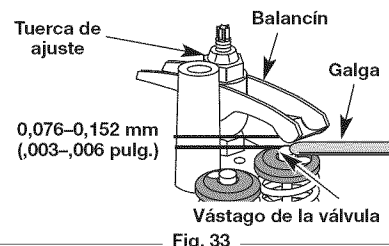

Fig. 33
7. Deslice la galga entre el brazo oscilante y el resorte de retorno de la válvula. Mida el huelgo entre el vástago de la válvula y el brazo oscilante (Fig. 33). Realice esto en las válvulas de entrada y de escape.
- a. Gire la tuerca de ajuste con una llave de 8 mm (5/16 pulgadas) o una guía de tuercas (Fig. 33).